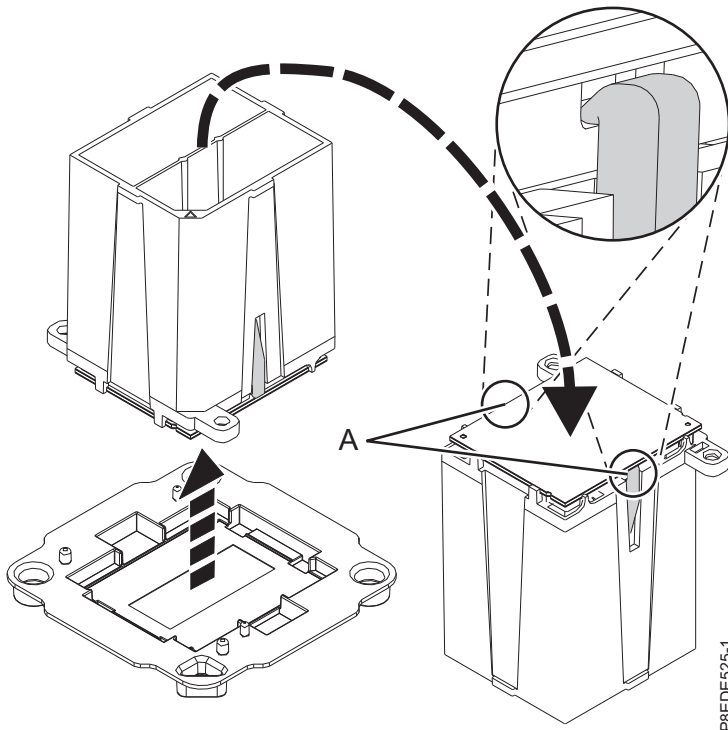

図 35. システム・プロセッサ・モジュールの取り付けの準備
- b. 両方のあご部 (A) がしっかりとシステム・プロセッサ・モジュールをつかんでいることを確認します (図 35 を参照)。